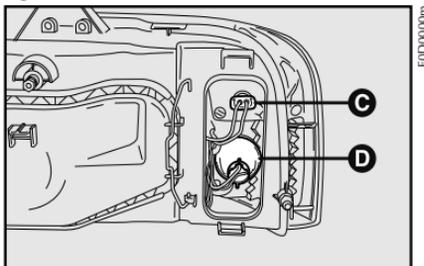

fig. 16
3) saque el portalámpara **C-fig. 16** girándolo un poco para que se desenganche más fácilmente;
- 3) saque el portalámpara **D-fig. 16**;